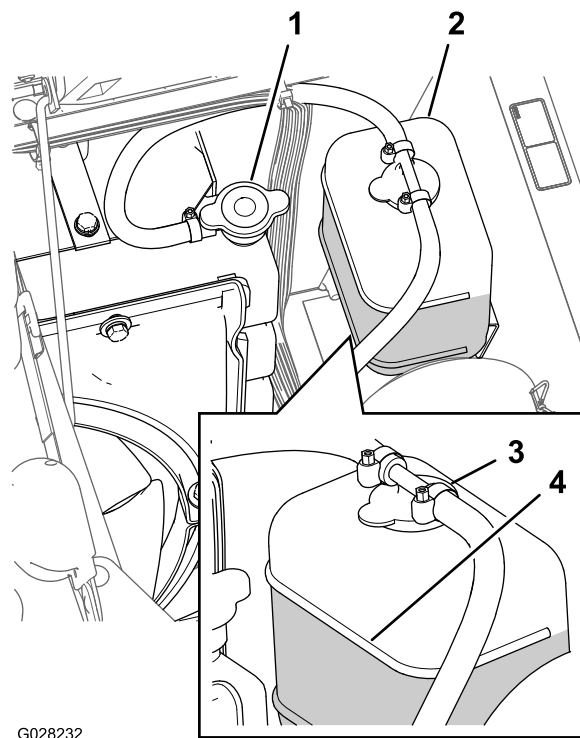

Figura 66
2. Quando il motore è freddo, togliete il tappo del radiatore (Figura 66).
6. Togliete il tappo del radiatore (Figura 66).
8. Avviate il motore con il tappo allentato sul radiatore (Figura 66).
10. Una volta riscaldato il refrigerante, rabboccate il livello del refrigerante alla superficie di tenuta del tappo e serrate il tappo (Figura 66).
11. Aprite il tappo del vaso di espansione e riempite il serbatoio con refrigerante fino a portarlo al livello "freddo" (Cold) (Figura 66).